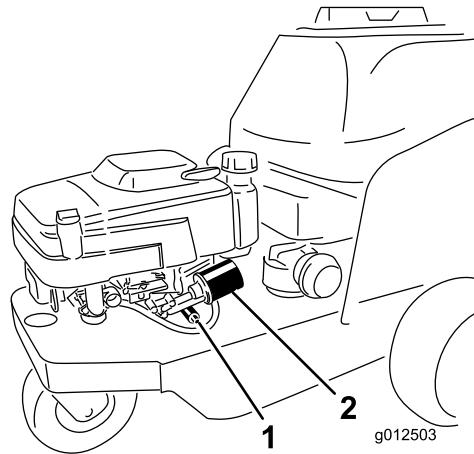

Figure 38
- Placez un bac de vidange suffisamment grand sous le robinet de vidange (Figure 38).